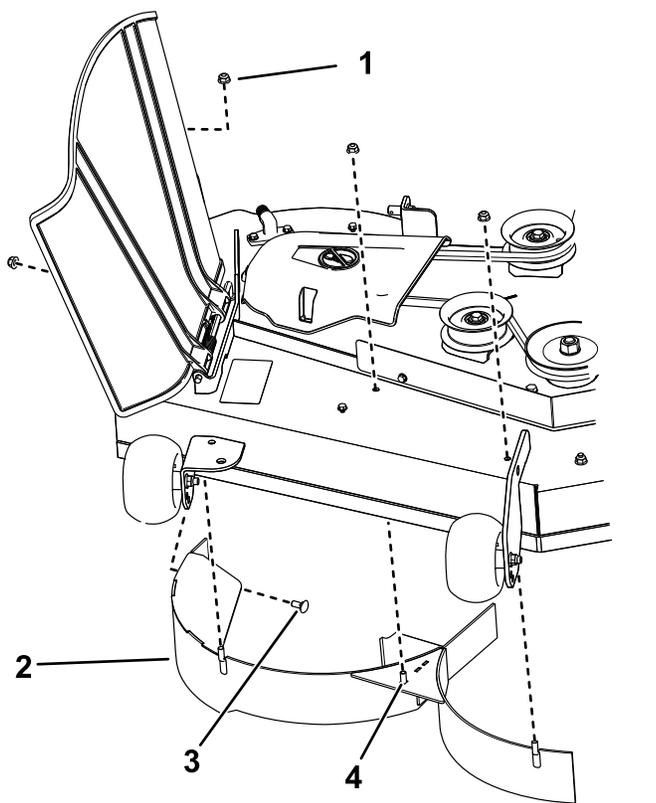

Рисунок 13
4. Отверните 3 контргайки (5/16 дюйма) с приваренных стержней на правом дефлекторе (Рисунок 13).
5. Отверните 2 каретных болта с 2 контргайками, которые крепят правый дефлектор к деке, и снимите дефлектор (Рисунок 13).
6. Найдите 3 болта в наборе отдельных деталей и используйте имеющиеся контргайки, чтобы установить эти крепежные детали в отверстия, используемые для приваренных стержней (Рисунок 13), для предотвращения выброса мусора.